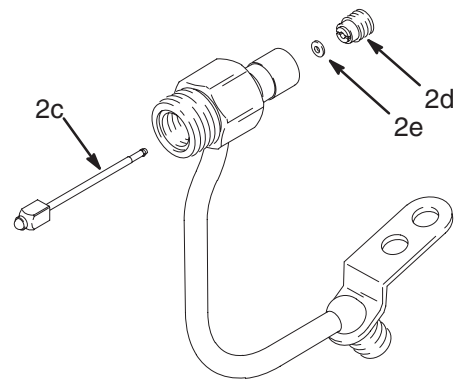

Fig. 12
8. Retirer le pointeau (2c). Dévisser l'écrou de blocage du joint (2d). Retirer le joint (2e). Voir Fig. 12.